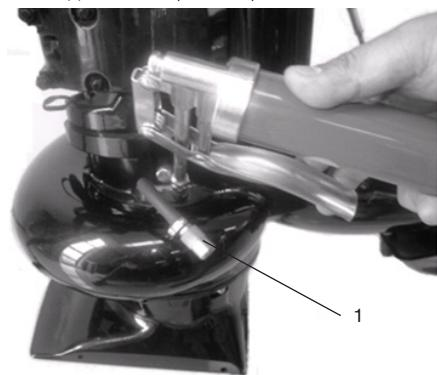

Рис. 33 Смазка подшипника приводного вала
3. Нагнетайте смазку шприц-прессом до тех пор, пока смазка не начнет выходить из наконечника 1 шланга для отвода смазки (Рис. 33).